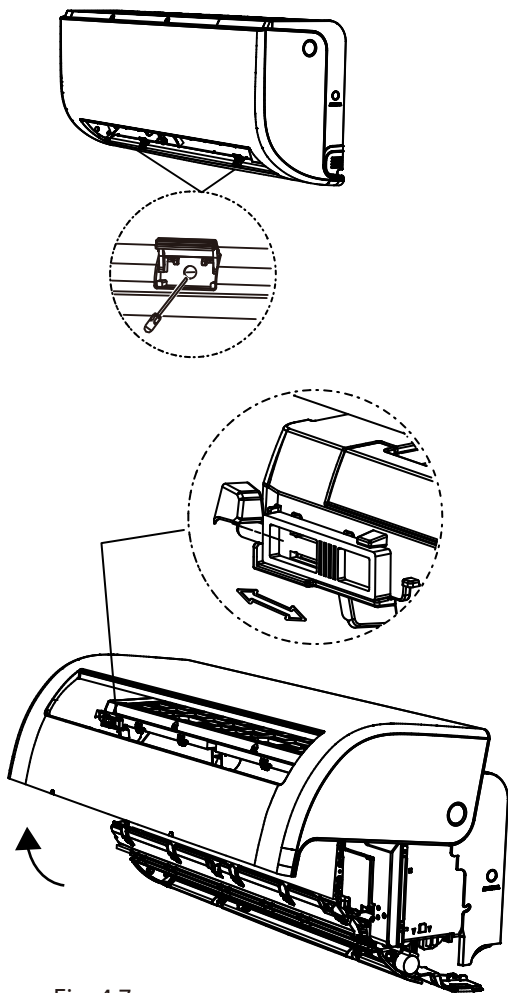

Fig. 4.7
2. Abra o painel frontal da unidade interior retirando os parafusos de acordo com a Fig. 4.7, que vai ir dar um grande espaço para as ligações eléctricas.